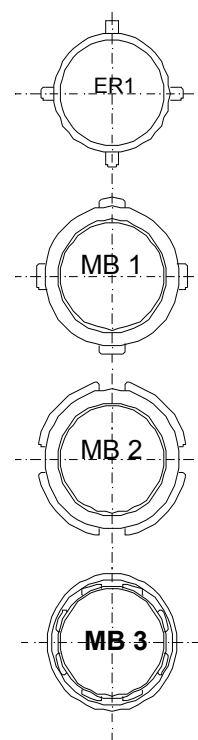

Abb. 5
- 3.3 Überprüfung, ob die Messkapsel in ihre vorgesehene Anschlusschnittstelle hineinpasst: Kennzeichnung = MB 3. Messkapselzähler MB 3 unterscheiden sich von früheren Typen durch die Zählwerksaufschrift **Minomess MB 3**, dem Gewinding mit 8 Klauen und dem innenliegenden Verschlussgewinde (siehe Abb. 5). Beim MB 1 passt Minomess MB 2 mit Umbausatz, beim MB 2 passt Messeinsatz Minomess MB 2.